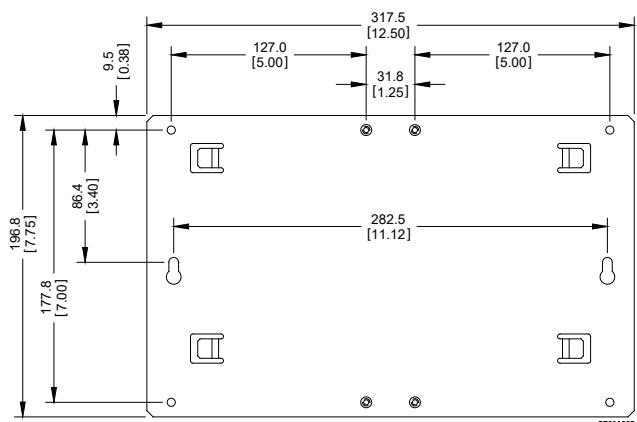

Figura 5. Dimensões do painel
- Unidade principal com rack de expansão montada em painel adaptador.** Posicione-o, como desejado, dentro da placa de montagem do invólucro e localize os furos de montagem da placa, usando o conjunto do FB107 como modelo. Consulte a *Figura 5* para conhecer as dimensões do painel adaptador. Perfure e cubra os orifícios dentro da placa de montagem com uma tampa rosqueada de 8-32 UNC. Coloque o conjunto do FB107 sobre os orifícios cobertos e prenda-o à placa com quatro parafusos de comprimento 8-32 UNC x 1,00 pol., fornecidos. Aperte os quatro parafusos com torque de aproximadamente 1,1 a 1,4 N·m.